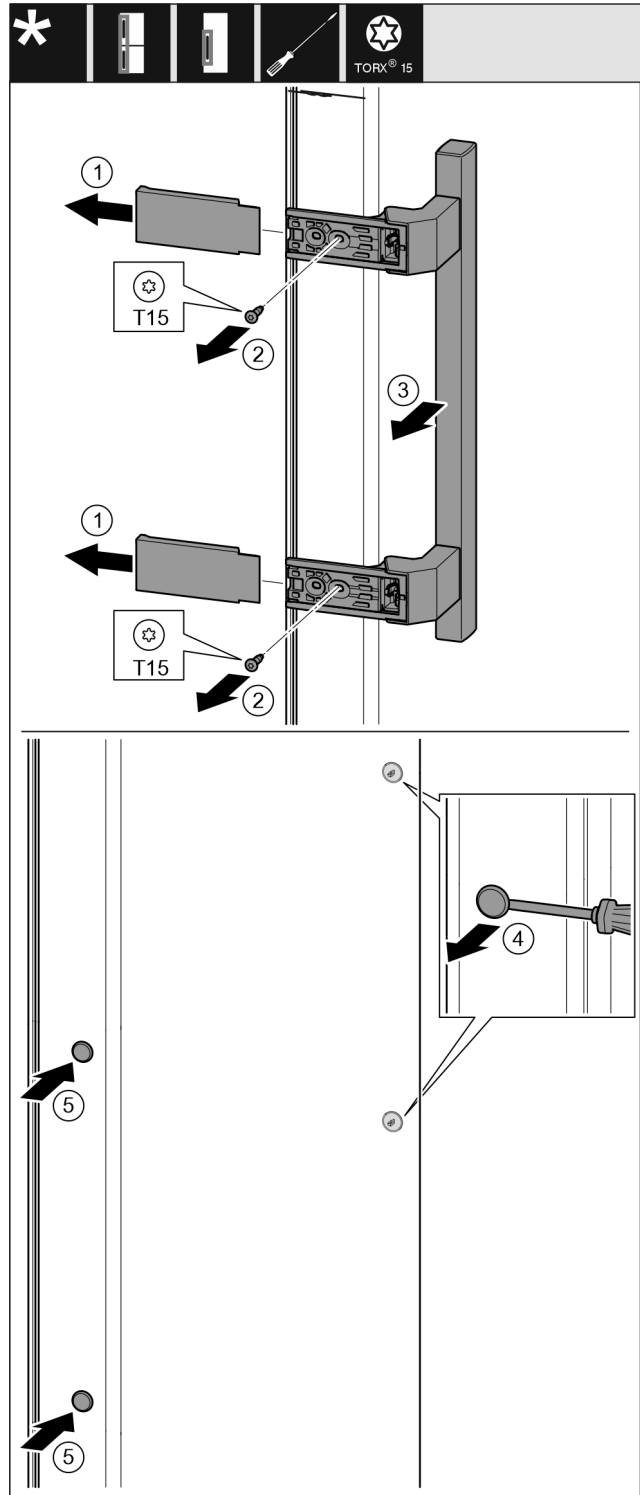

Fig. 13
- Afdekking eraf trekken. *Fig. 13 (1)*
- Schroeven met schroevendraaier T15 eruit draaien. *Fig. 13 (2)*
- Greep eraf halen. *Fig. 13 (3)*
- Zijdelingse stop voorzichtig met een sleufschroevendraaier optillen en eruit trekken. *Fig. 13 (4)*
- Stop op de andere kant weer aanbrengen. *Fig. 13 (5)*